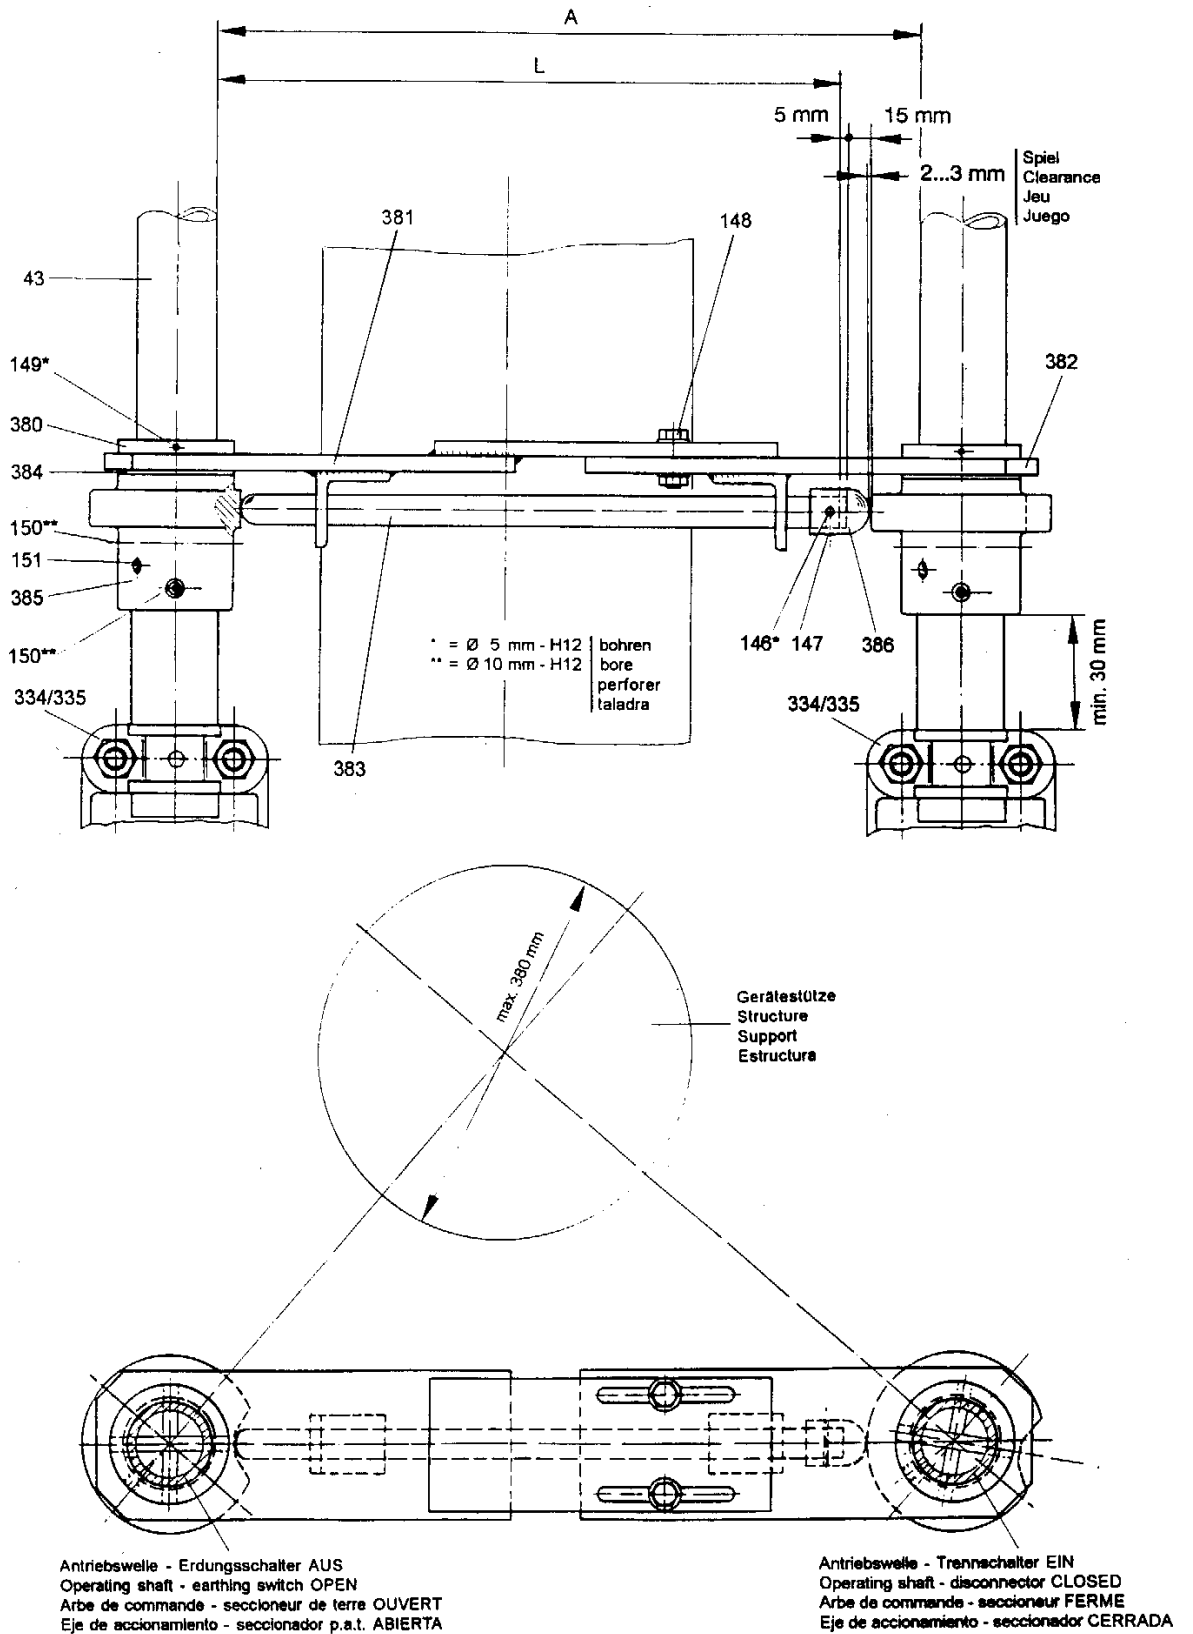

Bild 23
- 7.10.1 Nach dem Einbau der Antriebswellen 43 (Punkt 7.7.4, 7.8.4 bzw. 7.9.4) ist die Länge "L" der Verriegelungsstange 383 festzulegen (Bild 23). Dazu ist der Abstand "A" zwischen den beiden Antriebswellen 43 zu ermitteln.
- 7.10.6 Trennschalter in Stellung "EIN", Erdungsschalter in Stellung "AUS" schalten. Die Verriegelungshülsen mit dem Gewindestift 151 entsprechend Bild 23 anordnen, d. h. die Verriegelungsstange 383 muß in der Nut der Verriegelungshülse des Erdungsschalters liegen.